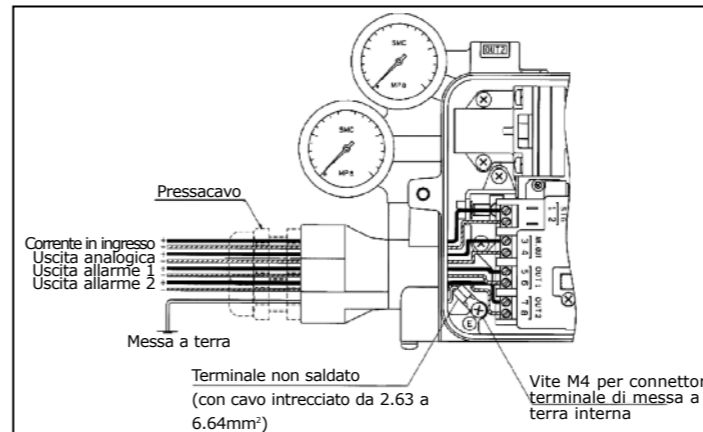

Fig. 8
- Collegare il cablaggio della corrente di ingresso a un regolatore e il cablaggio di uscita seguendo la Fig. 8. La porta di ingresso del collegamento elettrico è dotata di un connettore (blu) M20x1,5.